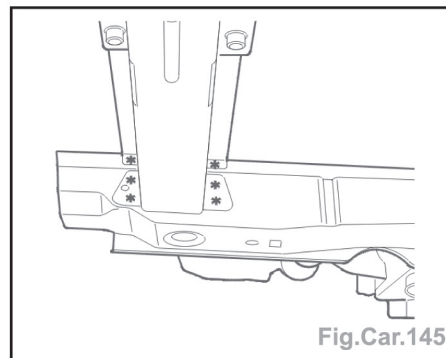

Fig.Car.145
- Découper par fraisage des points (opération symétrique) (Fig.Car.145).